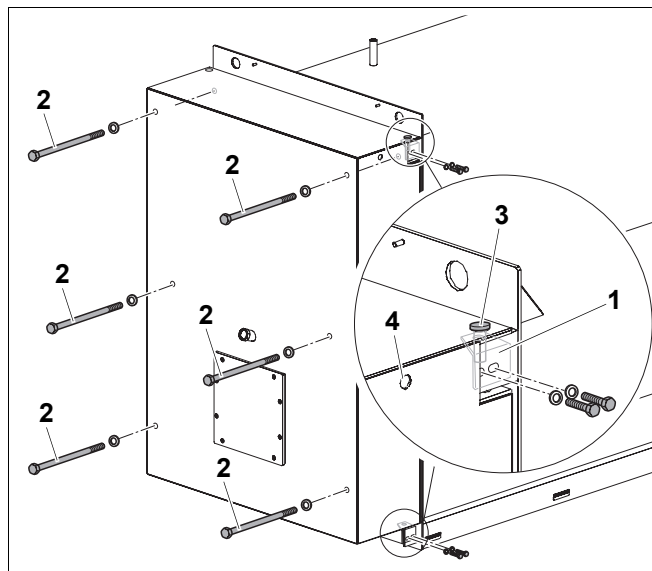

Рис. 13 Опорный уголок дверного шарнира
- Удалите опорные уголки верхнего и нижнего дверных шарниров (рис. 13, поз. 1).
- Выверните 4 или 6 дверных болтов M16 (рис. 13, поз. 2).
- Дверь котла из положения к передней стенке котла установите в обратном порядке так, чтобы она встала на бруски (рис. 5, стр. 5). При этом нужно следить за тем, чтобы все 4 шарнирные оси (рис. 13, **поз. 3**) находились в пазах шарнирных уголков.
- Заверните 4 или 6 дверных болтов M16 (рис. 13, **поз. 2**).